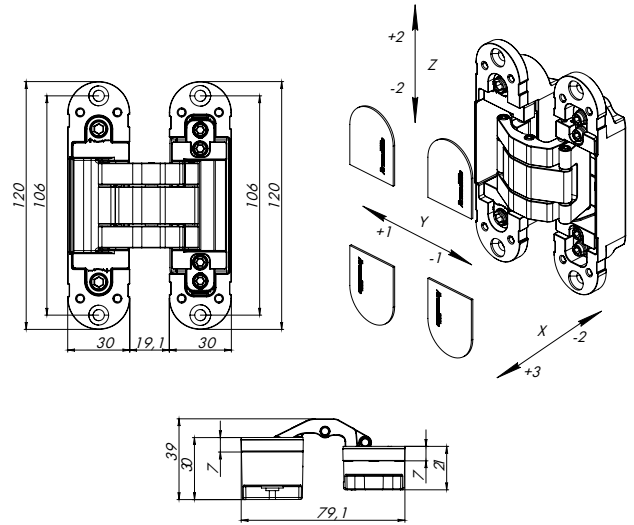

Рис. 1 — Габаритные размеры петель
- Габаритные размеры в открытом положении петли (рис. 1):
- Вертикальная регулировка (Z): ± 2 мм
- Горизонтальная регулировка (X): $-2+3,5$ мм
- Регулировка по глубине (Y): ± 1 мм